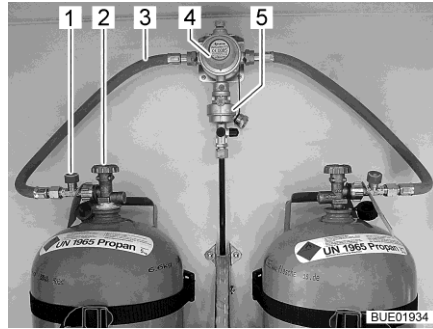
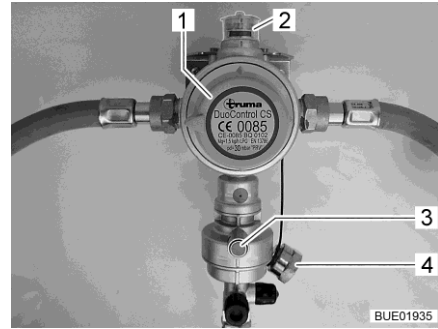
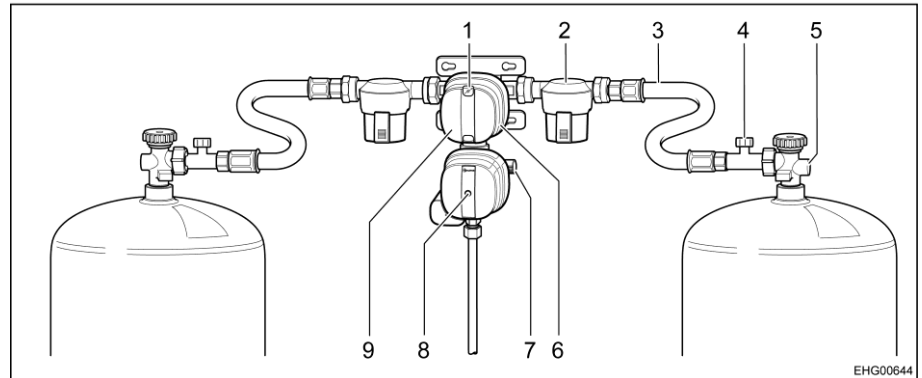

Bild 64 Gasflaskor med DuoControl
Bild 65 DuoControl-styrssystem
Bild 66 Gastryck-styrssystem DuoControl CS
DuoControl-styrssystemet består av en omkopplingsventil (Bild 64,4) och en crashsensor (Bild 64,5). DuoControl-styrssystemet är monterat mellan gasslangarna (Bild 64,3) med slangbrottssäkring (Bild 64,1). Med vredet (Bild 65,1) på omkopplingsventilen ställer du in vilken gasflaska som ska användas som driftflaska och vilken som ska användas som reservflaska.
I fönstret (Bild 65,2) visas gasförsörjningens status:
Drift med bara en gasflaska är tillåten. Den öppna anslutningen måste dock förslutas med ett blindlock (Bild 65,4) i detta fall.
Crashsensorn stänger av gastillförseln vid kraftig vibration (t. ex. vid en krock). Crashsensorn aktiveras genom att trycka på den gröna resetknappen (Bild 65,3).
Slangbrottssäkringen (Bild 64,1) stänger av gasflödet om den anslutna slangen går sönder. Slangbrottssäkringen måste aktiveras genom att trycka på den gröna knappen.
DuoControl-styrssystemet består av en omkopplingsventil med crashsensor (Bild 66,9). DuoControl-styrssystemet är monterat mellan högtrycksslangarna (Bild 66,3) med slangbrottssäkring (Bild 66,4). Med vredet (Bild 66,6) på omkopplingsventilen ställer du in vilken gasflaska som ska användas som driftflaska och vilken som ska användas som reservflaska.
På statusindikatorn (Bild 66,1) visas gasförsörjningens status:
Drift med bara en gasflaska är tillåten. Den öppna anslutningen måste dock förslutas med ett skruvlock (Bild 66,7) i detta fall.
Crashsensorn stänger av gastillförseln vid kraftig vibration (t. ex. vid en krock). Crashsensorn aktiveras genom att trycka på den gula återställningsknappen (Bild 66,8).
Slangbrottssäkringen (Bild 66,4) stänger av gasflödet om den anslutna slangen går sönder.
Gastillförseln via DuoControl-styrsystemet slås på och av på kontrollenheten (Bild 67). Gasflaskornas huvudavstängningsventiler (Bild 66,5) och gasavstängningsventilerna på apparaterna måste öppnas för hand.
- Med vredet (Bild 66,6) på omkopplingsventilen väljs gasflaskan, som ska prioriteras (driftflaska). Vrid alltid vredet till stoppläget.
- Öppna huvudavstängningsventilerna (Bild 66,5) på gasflaskorna.
- Aktivera slangbrottssäkringen (SBS). För att göra detta, tryck på den gröna knappen (Bild 64,1) resp. tryck på SBS (Bild 66,4) i cirka 5 sekunder. I fönstret resp. på statusindikatorn (Bild 66,1) visas den gröna markeringen.
- Stäng huvudavstängningsventilerna (Bild 64,2 resp. Bild 66,5) på gasflaskorna.
Om den gröna kontrolllampan (Bild 67,6) slocknar under drift och den röda kontrolllampan (Bild 67,5) tänds är driftflaskan tom och måste bytas ut. I fönstret (Bild 64,2) resp. på statusindikatorn (Bild 66,1) visas den röda markeringen. Gasförbrukarna försörjs med gas från reservflaskan.
- Vrid vredet (Bild 66,6) ett halvt varv i riktning mot den gasflaska som används för tillfället. Då blir denna gasflaska driftflaska och den tomma flaskan blir reservflaska. Markeringen i fönstret (Bild 64,2) resp. på statusindikatorn (Bild 66,1) växlar från rött till grönt.
- Stäng huvudavstängningsventilen (Bild 64,2 resp. Bild 66,5) på den tomma gasflaskan. Beakta pilriktningen.
- Aktivera slangbrottssäkringen (SBS). För att göra detta, tryck på den gröna knappen (Bild 64,1) resp. tryck på SBS (Bild 66,4) i cirka 5 sekunder.